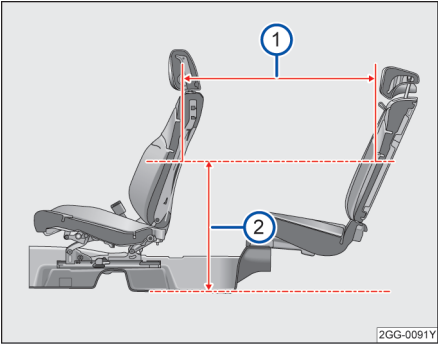

图 68 座间距
当前排座椅前后位置：座椅最后往前滑动 127mm，靠背角为（19.06°），高度处于设计位置；后排座椅位于设计位置时，在距离地板位置 620mm 处→图 68②，座间距为 908mm→图 68①。